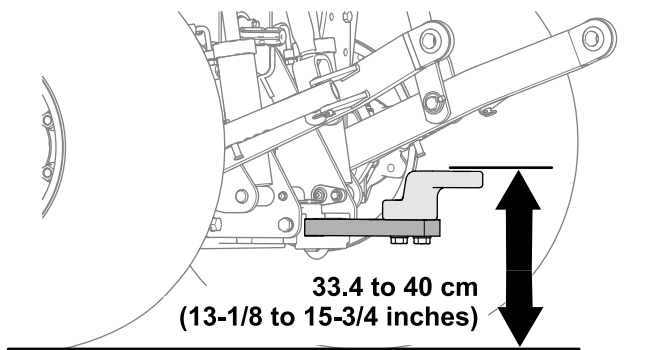

Figura 27
- Altura de trabajo: 33.4 cm – 40 cm (13⅞" – 15¾"); consulte Figura 27.